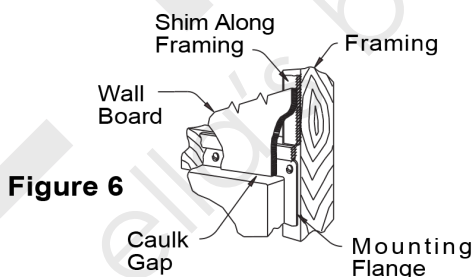

Figure 6
8. Finissez le panneau mural comme détaillé à la Figure 6.